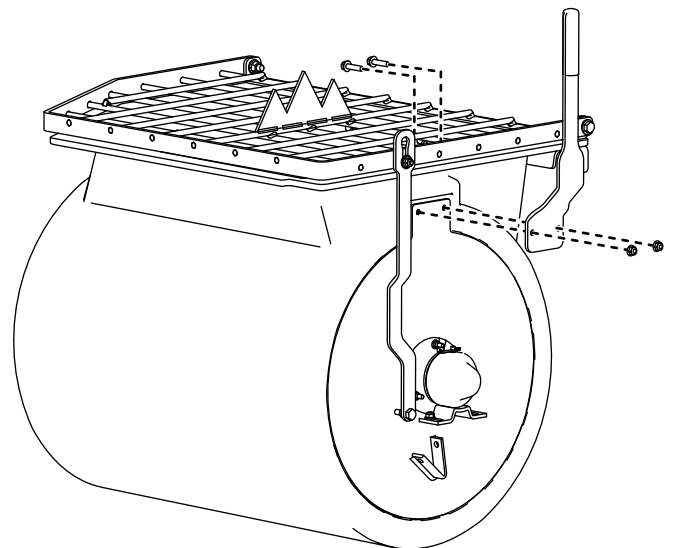

Figura 3
2. Instale la palanca de volteo en el lateral del tambor con 2 pernos de cuello cuadrado (instalados en el interior del tambor) y tuercas, como se muestra en la Figura 3.